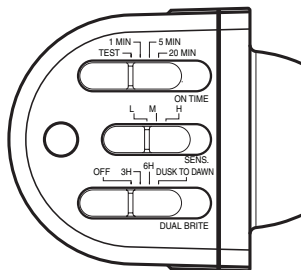

Figure 7
2. Placez le commutateur de sensibilité (SENS) en position « L », le commutateur de fonctionnement (ON-TIME) en position TEST et le commutateur DUALBRITE en position OFF (voir la Figure 7).